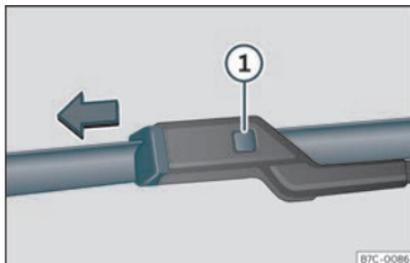

Fig. 38 Remplacement des balais d'essuie-glace.
- Maintenez la touche de déverrouillage » fig. 38 ❶ enfoncée en tirant légèrement le balai dans le sens de la flèche.